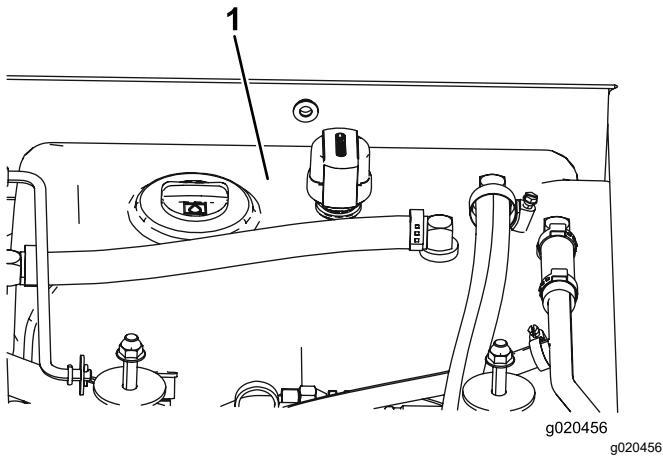

Bild 86
- Füllen Sie den Hydraulikbehälter (**Bild 86**) mit Hydrauliköl, siehe Prüfen des Hydrauliköls \(Seite 80\).